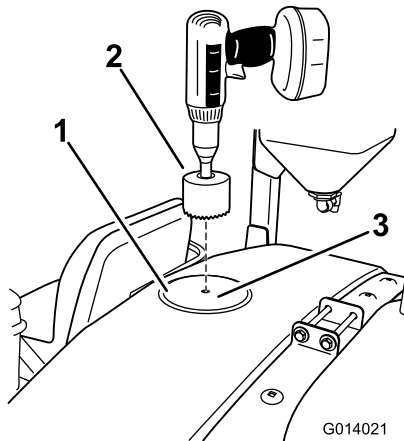

Bild 20
1. Ermitteln Sie die vordere Stelle oben am Behälter, wie in Bild 20 abgebildet.
2. Benutzen Sie eine 9 cm Lochsäge, um ein Loch in die Bohrmarkierung zu bohren (Bild 20).